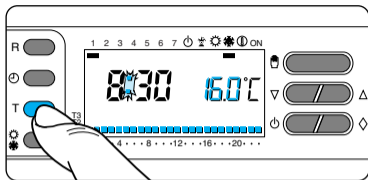

Fig. 63
**12.2** - Premere il pulsante T (fig. 63).